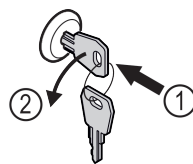

Fig. 201
- ▶ Zatlačte kľúč. Fig. 201 (1)
- ▶ Otočte kľúč o 90° v protismere hodinových ručičiek. Fig. 201 (2)